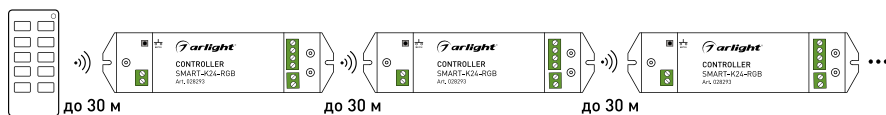

Рис. 2. Ретрансляция сигнала от пульта ДУ
- 3.9. Все контроллеры автоматически ретранслируют сигнал от пульта ДУ или панели управления (рис. 2). Расстояние между устройствами на открытом пространстве может достигать 30 м.